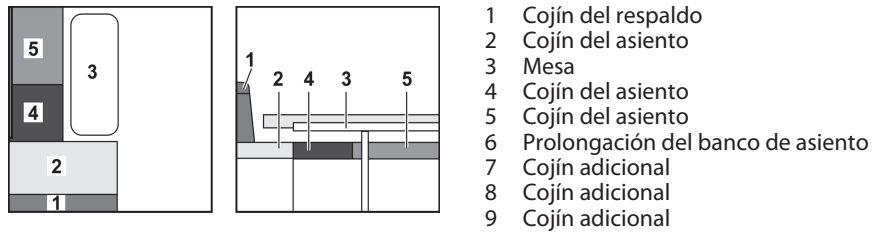

Fig. 173 Antes de la transformación
- Transformar la mesa (Fig. 173,3) en base de cama (véase apartado 7.9).